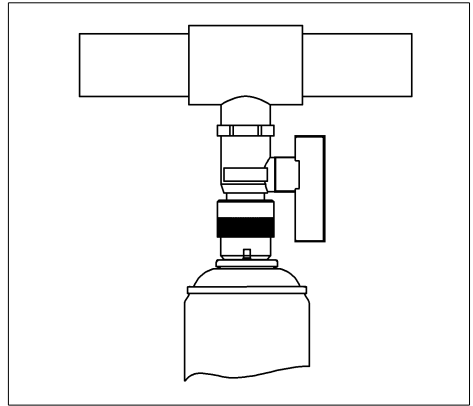

Abb. 4: QUICK-DOS Druckdose entleeren
- QUICK-DOS Druckdose solange gedrückt halten, bis sich die QUICK-DOS Druckdose entleert hat (siehe Abb. 4).